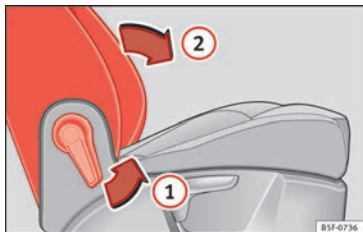

Fig. 149 Siège du passager avant : levier pour rabattre le dossier.
- Tirez le levier ① » fig. 149 et appuyez sur le dossier vers l'avant ② de façon à ce que le dossier se trouve en position horizontale.